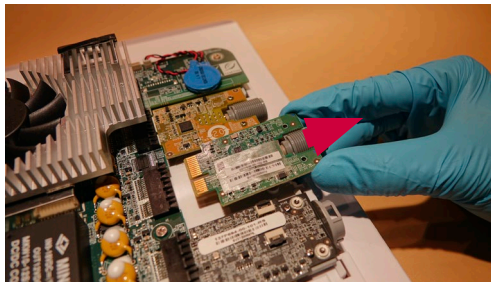

Figura 17 Remover a placa VDI
a) Puxe a placa VDI para fora do conector da placa principal (Figura 17)